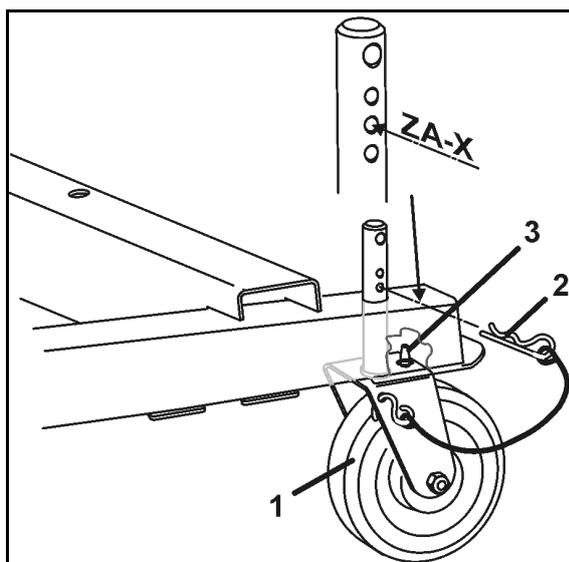

図 45
6. 後部の固定ローラー (図 45/1) は
- 取り付けて、R ピン (図 45/2) で中央の差し込み穴に固定します。
固定ローラーの取り付け時には、ピン (図 45/3) がフレームの穴に入り、ローラーを縦方向で保持するようにしてください。